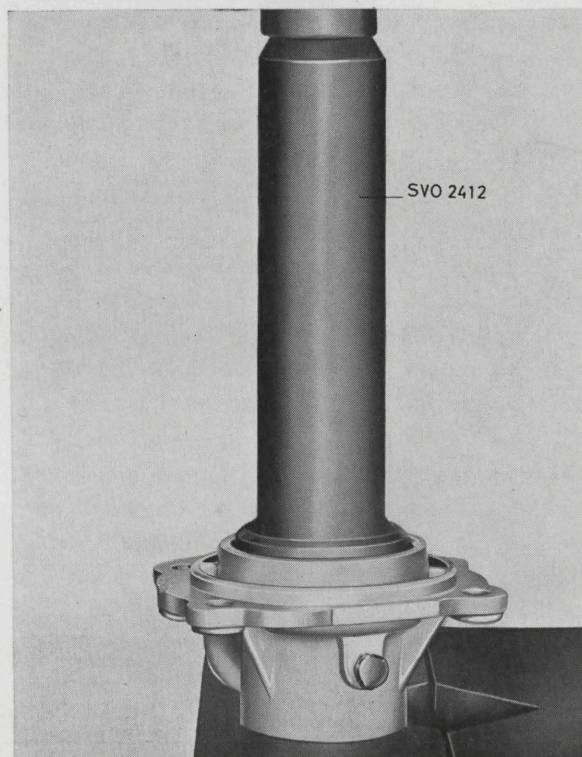

Bild 25. Montering av kullager i bakre lock.
1. Pressa kullagret i bakre locket med dorn SVO 2412, se bild 25, och montera låsringen. Låsringen finns i olika tjocklekar. Välj en tjocklek som helt fyller ut låsrings-spåret.
1. Pressa kullagret i bakre locket, bild 25, och montera låsringen. Låsringen finns i olika tjocklekar. Välj en tjocklek som helt fyller ut låsringsspåret.